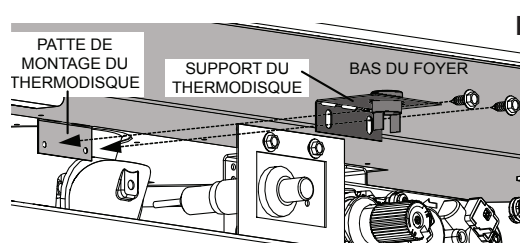

Fig. 4
- Pliez le support du thermodisque à 90 degrés puis fixez-le au patte de montage utilisant les deux vis fournies, Figure 4. Assurez que le thermodisque touche le bas du foyer et que le harnais de fils est correctement fixé.